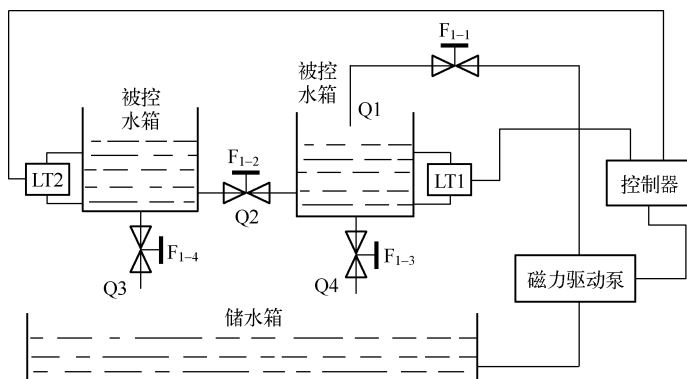

图 9-56 双容水箱供水系统示意图
(1) 双容水箱供水系统示意图如图9-56所示, 设被控水箱流入量为  $Q_1$ , 改变电动调节阀的开度  $F_{1-1}$  可以改变  $Q_1$  的大小, 被控水箱的流出量为  $Q_4$ , 改变出水阀  $F_{1-3}$  的开度可以改变  $Q_4$ 。液位  $h$  的变化反映了  $Q_1$  与  $Q_4$  不等而引起水箱中蓄水或泄水的过程。试分别控制两水箱水位。